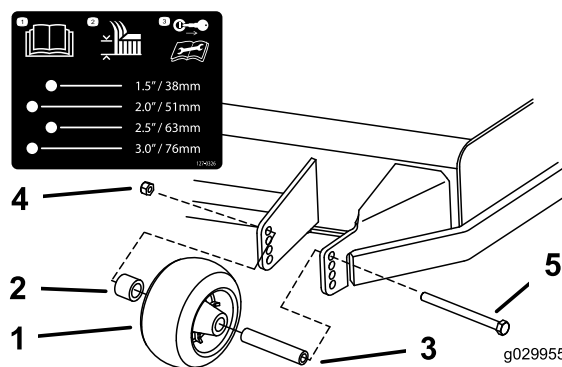

Figura 27
3. Ajuste os rolos antidanos como se mostra na Figura 27.